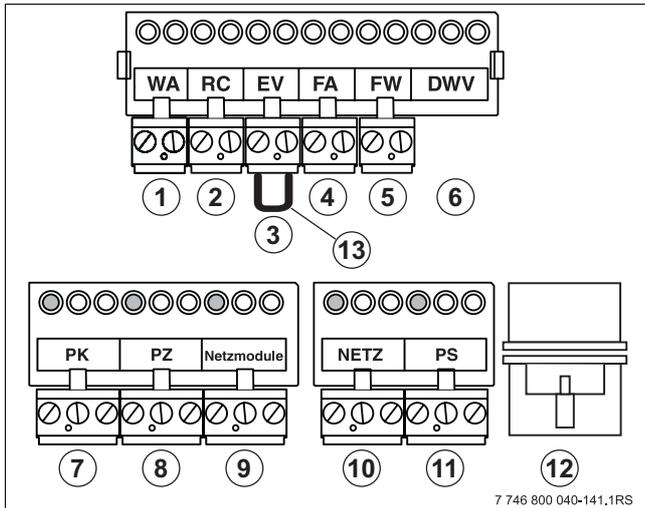
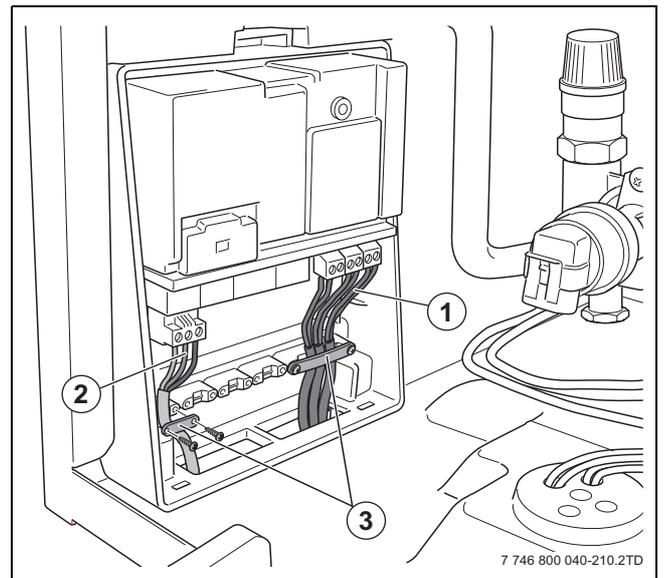

Fig. 29 Scatola dei collegamenti e morsettiere
Fig. 35 Montare il fermacavo
- Collegare l'unità di servizio ambiente RC20 RF, RC25, RC35 al morsetto arancione RC (→ fig. 29, [2]). A tal fine, utilizzare un cavo bipolare con sezione da 0,4 a 0,75 mm2.
- Collegare gli apparecchi di regolazione al morsetto arancione RC (→ fig. 29, [2]). A tal fine, utilizzare un cavo bipolare con sezione da 0,4 a 0,75 mm2.
- ▶ Collegare il cavo di rete libero 230 VAC al modulo funzione (→ fig. 29, [9] e fig. 35, [3]). Qualora si utilizzino più moduli funzione, l'alimentazione 230 VAC del secondo modulo può essere derivata dal primo modulo. Utilizzare a tale scopo il cavo fornito in dotazione al modulo funzionale.
► Fissare il cavo tramite fermacavi (→ fig. 35, [1]).
- Collegare la sonda di temperatura esterna al morsetto blu FA (→ fig. 29, [4]). Per fare ciò, utilizzare un cavo bipolare con sezione da 0,4 a 0,75 mm2.